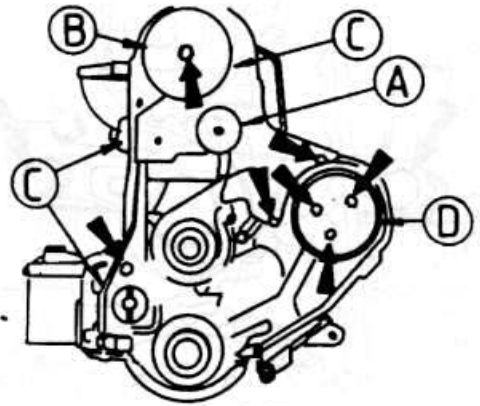

Рис. 2.27
- ♦ Снимите с распредвала зубчатое колесо (рис. 2.27).